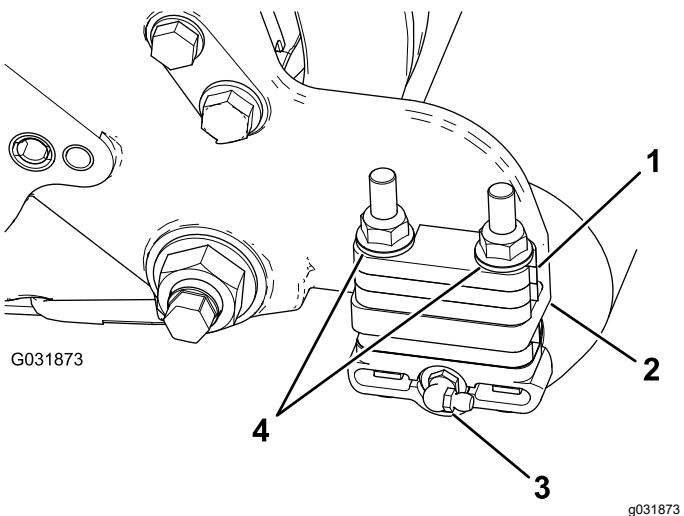

Figura 7
1. Retire el engrasador del rodillo del lateral de la unidad de corte donde está situado el alojamiento del cepillo del rodillo (Figura 7).
3. Retire las 2 contratuerzas con arandela prensada que sujetan cada soporte de rodillo a las chapas laterales (**Figura 7**).